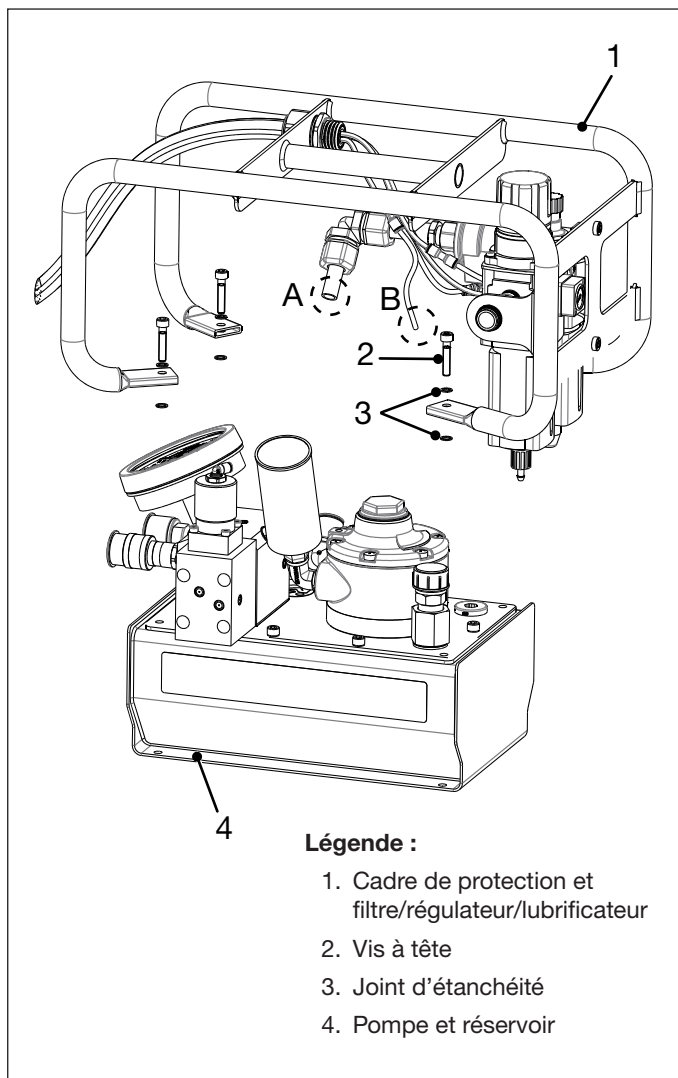

Figure 13 : Inspection et nettoyage du réservoir (vue 1 sur 2)
4. Retirez quatre vis et rondelles. Soulevez délicatement le cadre de protection et le filtre à air/régulateur/lubrificateur hors du réservoir hydraulique. Reportez-vous à la Figure 13.